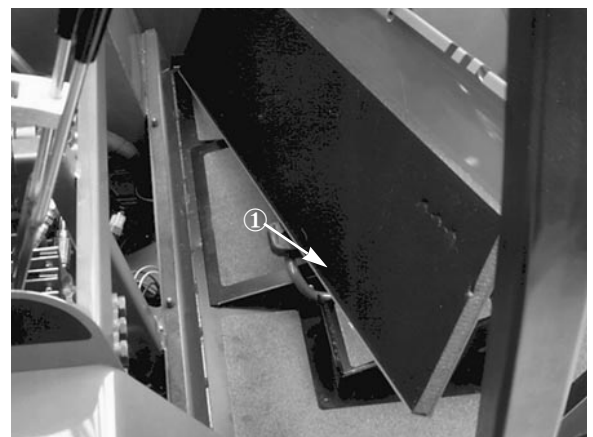

Bild 17
3. Die Frontplatte anheben und entfernen (Bild 17).